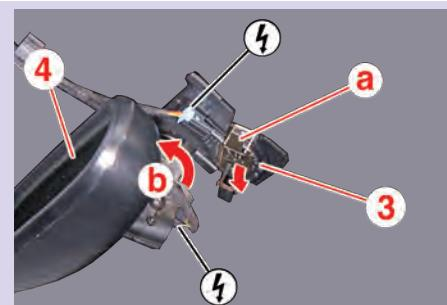

Fig.3
- Déposer (Fig.3) :
- l'agrafe (a) du détecteur de pluie (3),
- le rétroviseur intérieur (4), en le pivotant d'un quart de tour dans le sens antihoraire.
- Déposer le pare-brise (5).